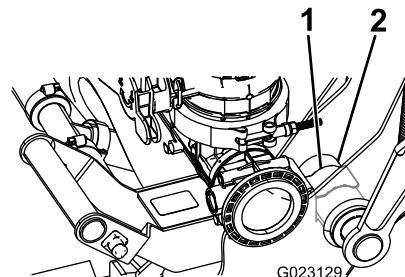

Figura 12
- D. Empurre até que o grampo encaixe sobre a caixa articulada como se mostra em Figura 12.